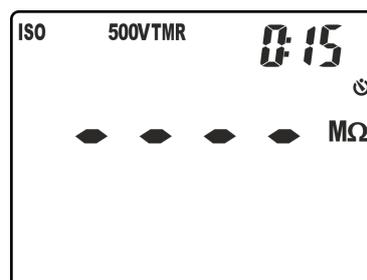

Fig. 20: Configuração do tempo de medição no modo TMR
5. Premir os botões **▼/☼** ou **▲/ZERO** para configurar o tempo da medição (Timer) escolhendo entre as opções: **15s**, **30s**, **1min**, **5min**, **10min**. Notar a presença do valor na parte superior direita do display (ver Fig. 20)
5. Premir os botões **▼/☼** ou **▲/ZERO** para configurar o tempo de medição (Timer) escolhendo entre as opções: **1min (para medição DAR)** ou **10min (para medição PI)**. Notar a presença do valor na parte superior direita do display (ver Fig. 20)